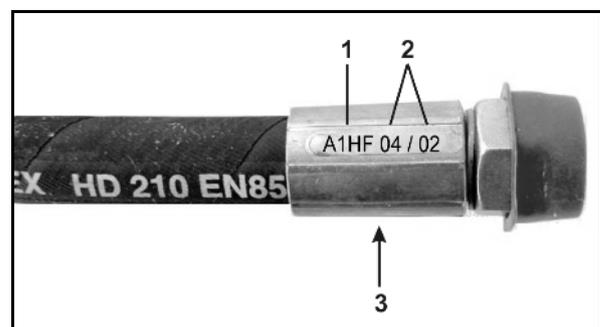

Fig. 96
- 2 Dévissez le capuchon magnétique (Fig. 96/1).
- 3 Retirez la bobine magnétique (Fig. 96/2).
- 4 Dévissez la tige de distributeur (Fig. 96/3) avec les sièges de soupapes et nettoyez-la à l'air comprimé ou à l'huile hydraulique.